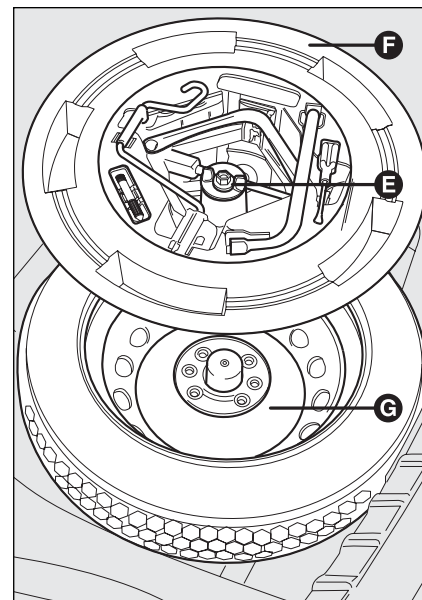

fig. 11
- ☐ placer la roue de secours **G-fig. 11** dans l'espace prévu dans le coffre à bagages;